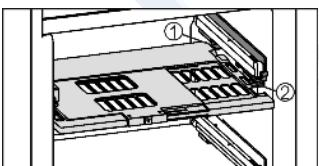

Fig. 13
- Установка пластины регулировки влажности: попечные ребра крышки на пластине вставить через низ в задний держатель *Fig. 13 (1)* и защелкнуть спереди на держателе *Fig. 13 (2)*.